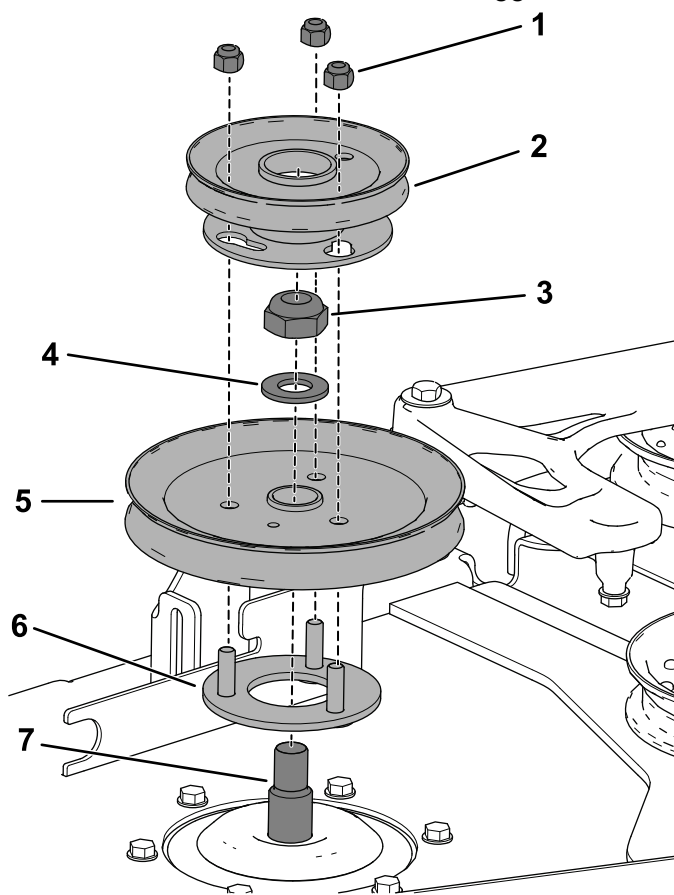

Figura 12
- A. Inserite le viti prigioniere filettate sul supporto della puleggia attraverso i fori presenti nella puleggia del piatto (Figura 12).
- B. Utilizzate il dado di bloccaggio (3/4") e la rondella messi da parte in precedenza per fissare la puleggia del piatto all'albero del mandrino (Figura 12).
- D. Sistemate la puleggia del soffiatore sulle viti prigioniere filettate e montate, senza serrarlo, il dado di bloccaggio (Figura 12).